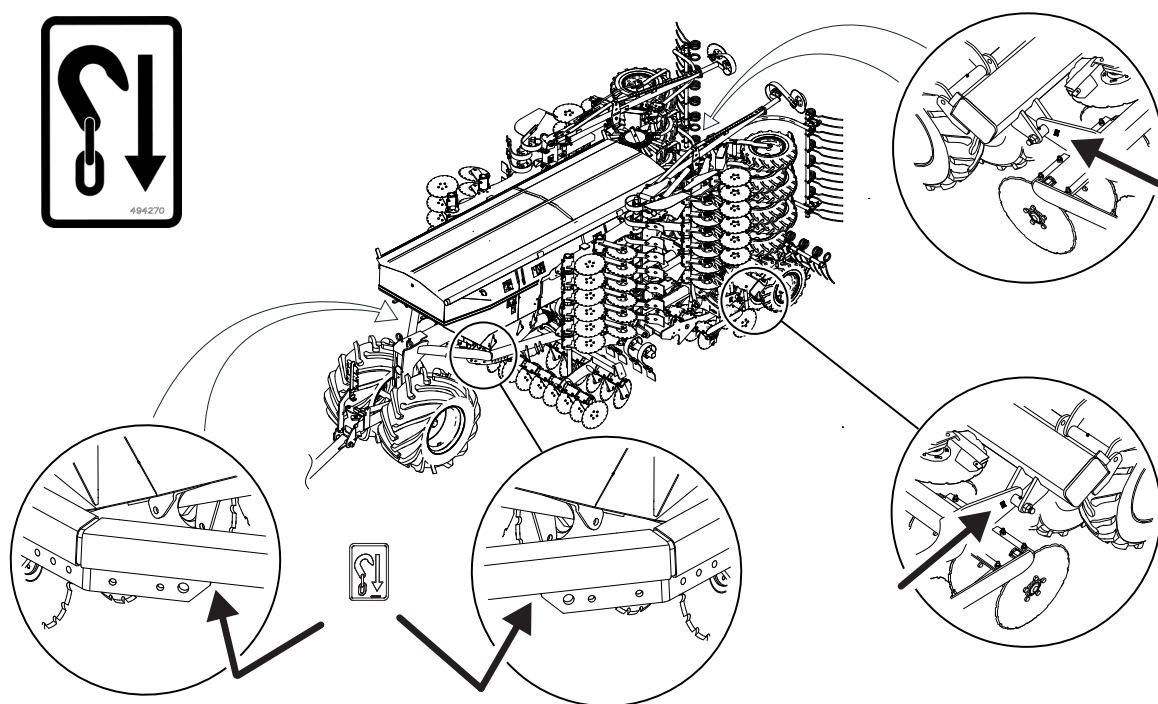

Figure 2.5
- 10 Zajistěte stroj s pomocí vhodných vázacích prostředků v souladu s příslušnými předpisy. Vyvazovací zařízení musí být připojeno ke stroji v místech označených na krytech; viz "Figure 2.5".